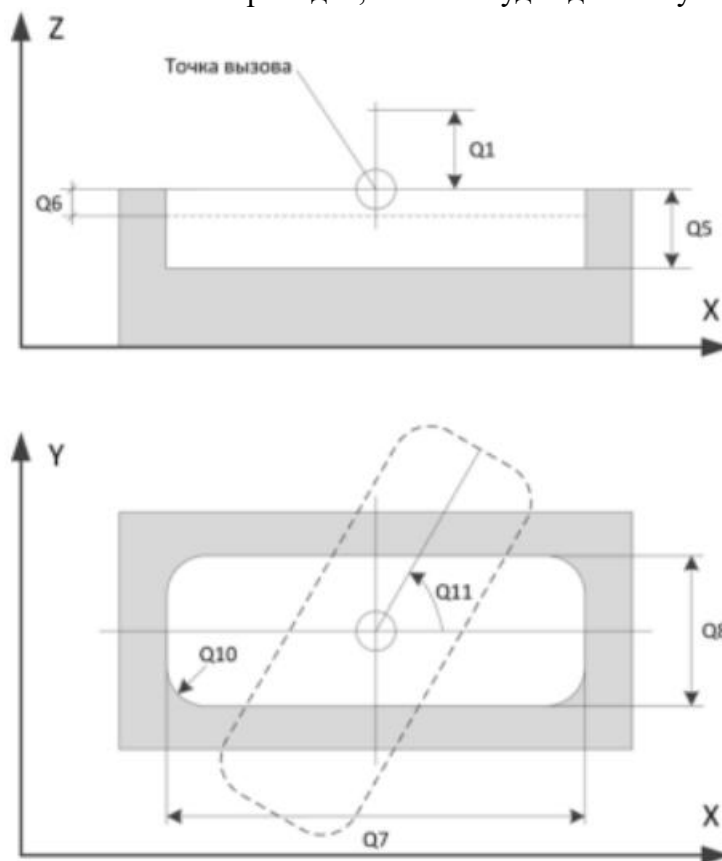

Рисунок 1 - Фрезерование прямоугольного кармана
3.1. Фрезерование прямоугольного кармана (цикл G387) Синтаксис: G387 Q1 Q2 Q3 Q4 Q5 Q6 Q7 Q8 Q9 Q10 Q11 Q12 Q13 Цикл предназначен для многопроходного фрезерования прямоугольного кармана с закругленными углами (рис. 1). Обработка производится от центра к периферии, послойно (карман фрезеруется целиком в несколько проходов, пока не будет достигнута заданная глубина).